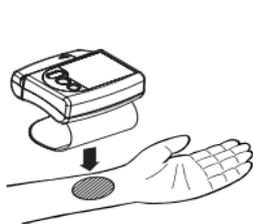

Figure 6a
3. Apposez le manchon sur le poignet gauche, la paume tournée vers le haut (Figure 6a).